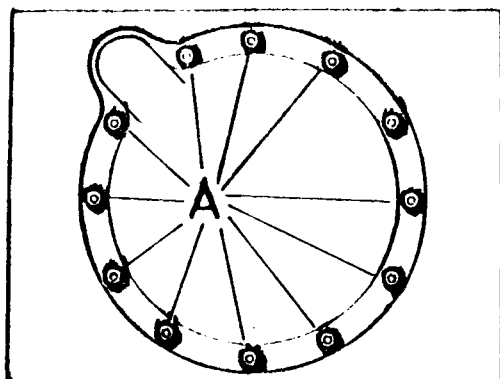

Fig. A3-11 Tuercas de fijación cárter de embrague al cárter del volante
- 1.8. Desmontar las tuercas que unen el cárter de embrague al cárter del volante, A (Fig. A3-11).
- 2.1. Aplicar una capa de grasa Molykote sobre la punta del eje primario de la caja de velocidades. Llevar la palanca de la caja de velocidades a una combinación cualquiera para evitar el giro del primario y situar el motor frente al cárter de embrague, girando el volante motor si es preciso para conseguir la alineación de las ranuras del eje y las del disco de embrague. Conseguida esta alineación, se empujará el motor hacia atrás hasta que el primario y los espárragos encajen por completo, fijando a continuación ambos cárteres por medio de las tuercas, A (Fig. A3-11), apretándolas progresivamente por igual.